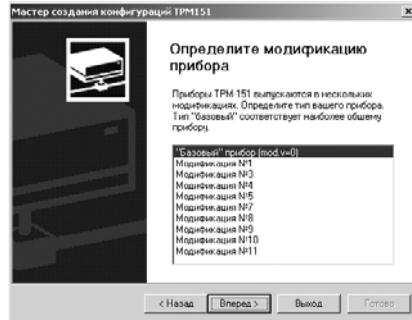

Рис. 19
**Если модификацию считать не удается,** появится соответствующее сообщение. Нажмите [OK] – открывается окно с приглашением выбрать модификацию прибора из списка (рис. 19).